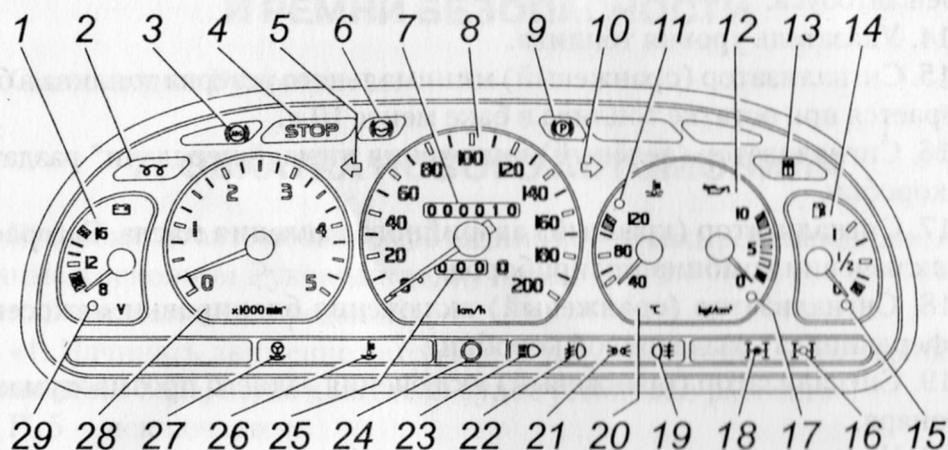

Рис. 5.3. Комбинация приборов
Расположение приборов показано на рис. 5.3.
4. Установить ключ выключателя приборов и стартера в положение I (включены комбинация приборов и система управления двигателем). При этом на 5–6 с включается топливный электронасос и одновременно загорается красный сигнализатор в указателе давления масла и сигнализатор 2 (рис. 5.3) включения свечей накаливания.